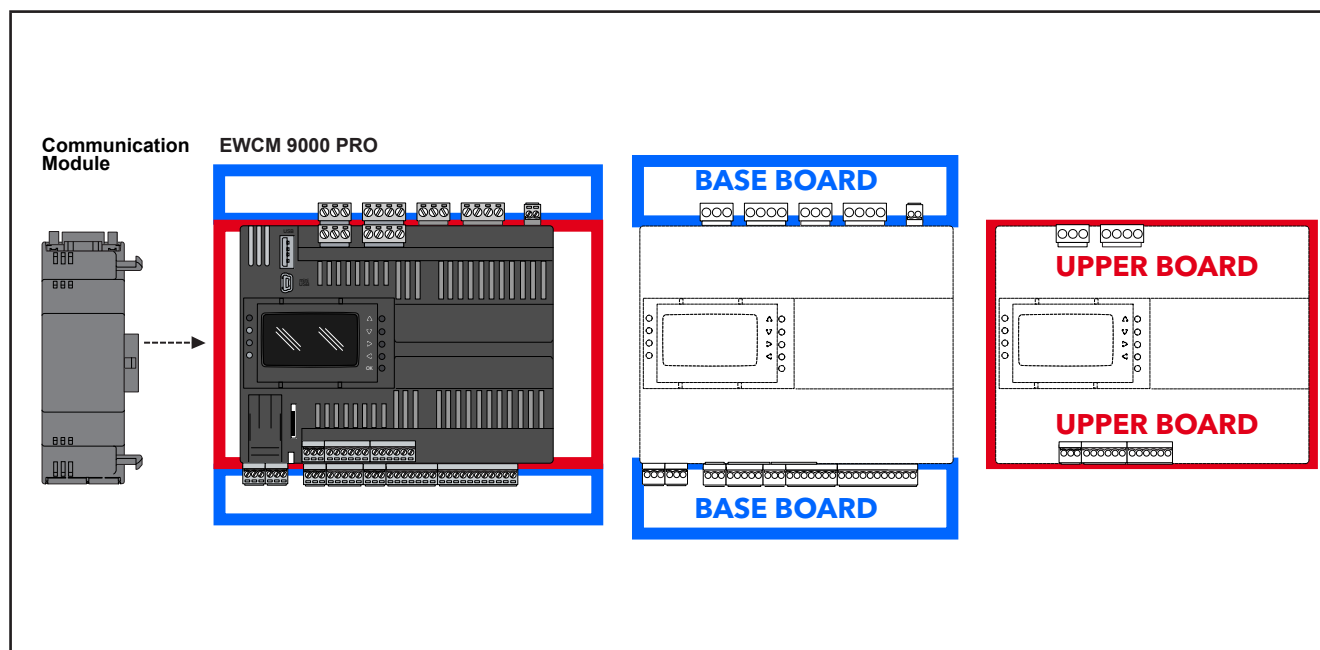

Fig. 2. EWCM 9000 PRO: Tarjeta base y Tarjeta superior
La oferta **EWCM 9000 PRO (HF)** (ver **Fig. 2 en la pág. 15**) está constituida por una “Tarjeta base” (Base Board) y una “Tarjeta superior” (Upper Board).